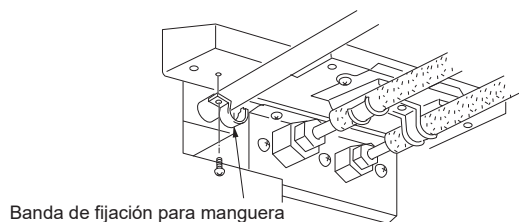

Fig. 5-5
- Conecte la pieza de conexión de la manguera de drenaje utilizando un adhesivo de la familia del cloruro de polivinilo antes de instalar la banda para la manguera. (Fig. 5-5)
- (A) Unidad interior
- (B) Material aislante (no incluido)
- (C) Pieza de conexión de la manguera de drenaje
- (D) Orificio de desagüe (transparente)
- (E) Manguera de drenaje (5)
- (F) Pieza de conexión de la tubería de drenaje (con tapa)
- (G) Tubería de drenaje (TUBO DE PVC CON DIÁM. EXT. $\varnothing 26$ (ø1 in.))
- (H) Pieza de conexión de la tubería de drenaje
- (I) 60 mm (2-3/8 in.)
- (J) Tubería acodada